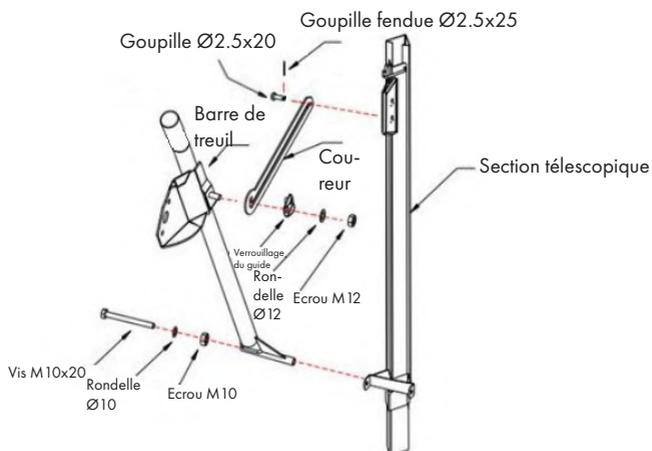

Figure 19
- Fixez la barre du treuil et le patin l'un à l'autre comme indiqué à la Fig. 19.